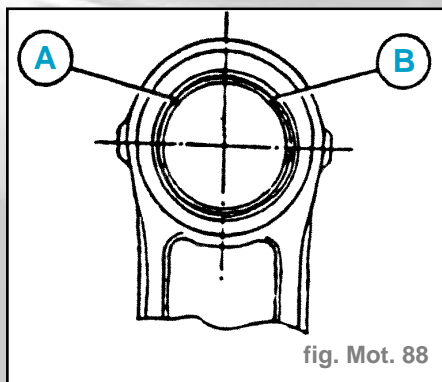

fig. Mot. 88
- La coupe de la douille doit être placée au point A ou au point B (fig. Mot. 88).